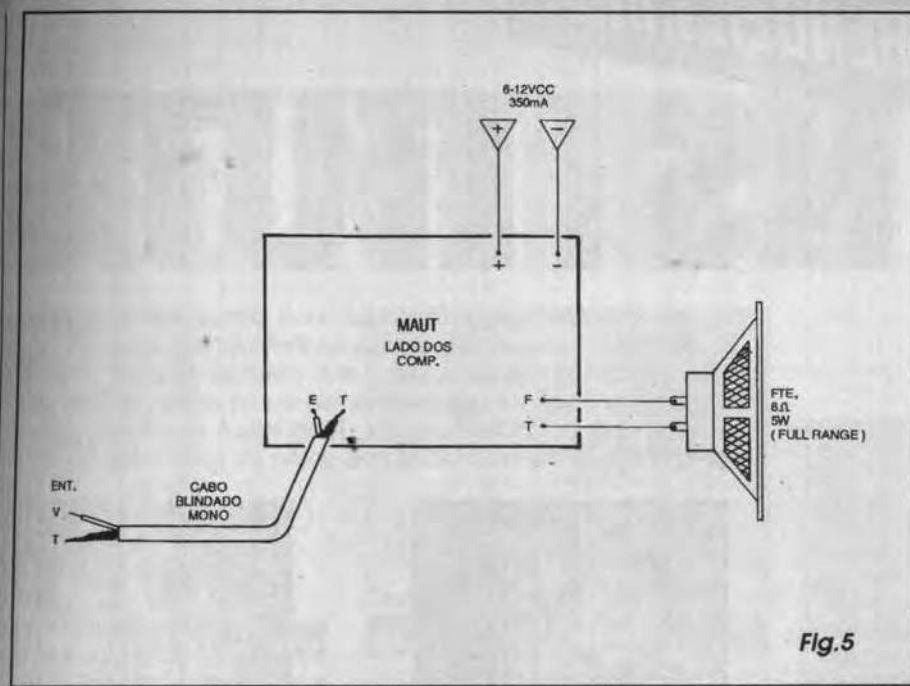

Fig.5
**- FIG. 5 - CONEXÕES EXTERNAS À PLACA** - Continuamos a observar a placa (como na figura 4) pelo seu lado *sem cobre*, só que agora com ênfase unicamente nas suas conexões externas, que se resumem à ligação ao *alto-falante* (via pontos F-T), da *alimentação* (pontos +/-) e *entrada*, esta feita com cabo *obrigatoriamente* blindado (aos pontos E-T). Notar que, tanto na conexão de entrada, quanto na de saída, o ponto T corresponde ao referencial de *terra*, também eletricamente equivalente à linha do **negativo** da alimentação. Enfim: como se trata de um *módulo* de amplificação (ou seja: eventuais controles de *volume*, *tonalidade*, etc., se requeridos, encontram-se em módulos *anteriores* a serem acoplados ao MAUT...), a simplicidade é total e as possibilidades de erro tornam-se diminutas...